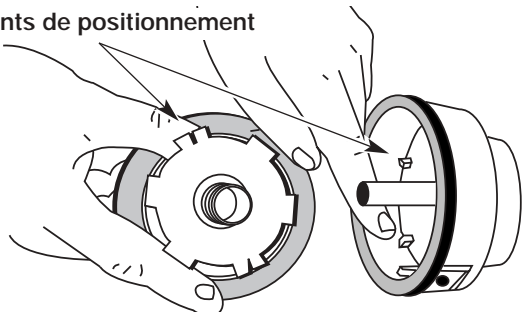

Figure 19
5. Vérifiez l'état d'usure des dents de positionnement du moulinet et de la bobine (Fig. 19). Enlevez les ébarbures ou remplacez le moulinet et la bobine au besoin.